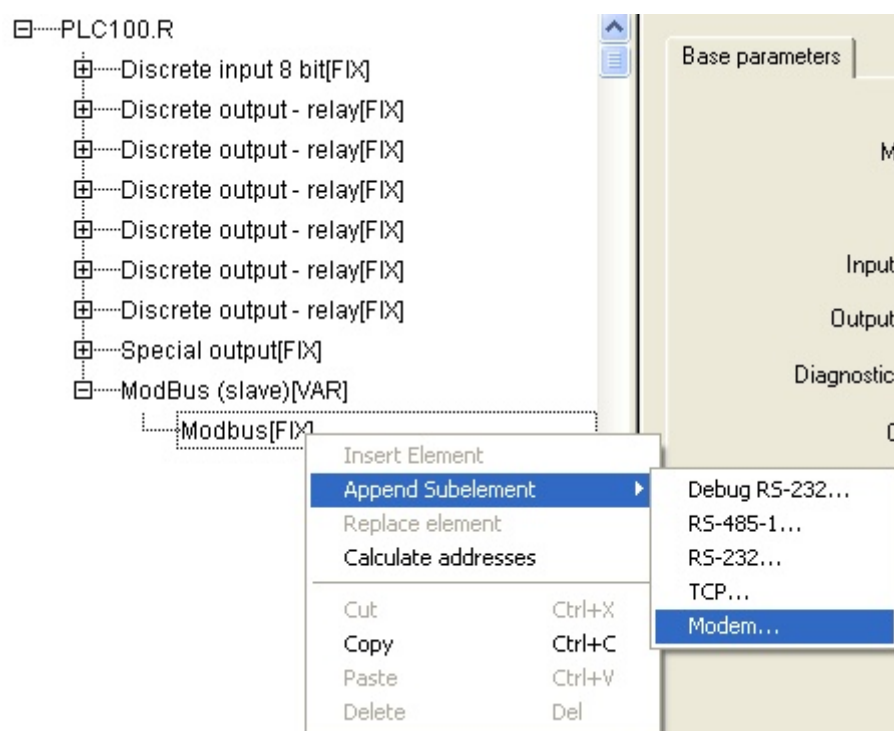

Рис.1.3
4) В качестве интерфейса модуля добавить интерфейс «Modem» (Рис.1.3).